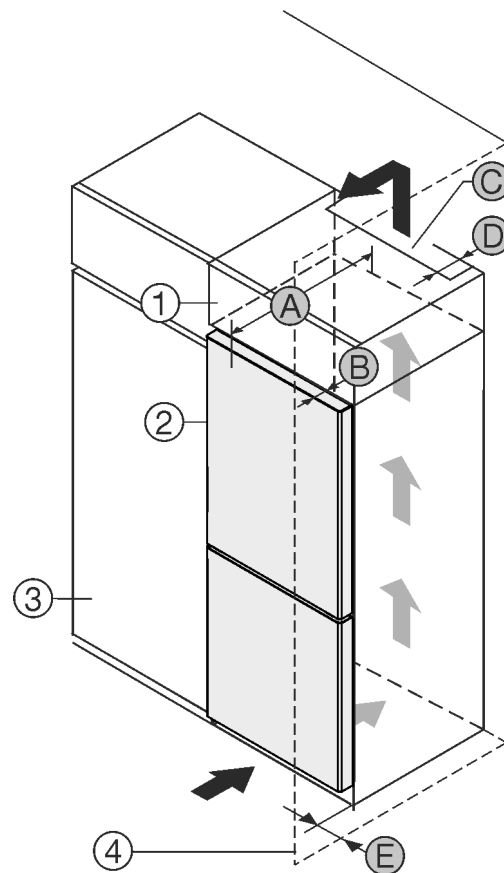

Fig. 1
- (1) Nadstavná skrinka
- (2) Zariadenie
- (3) Kuchynská skriňa
- (4) Stena
- (A) Hĺbka zariadenia
- (B) Hĺbka dverí
- (C) Prierez vetracieho otvoru
- (D) Vzďalenosť zadnej strany zariadenia
- (E) Vzďalenosť od boku zariadenia
Zariadenie môžete inštalovať priamo vedľa kuchynskej skrine Fig. 1 (3).
Na zadnej strane nadstavnej skrine musí byť vetracia šachta s hĺbkou Fig. 1 (D) cez celú šírku nadstavnej skrine.
Pod stropom miestnosti sa musí dodržať prierez vetracieho otvoru Fig. 1 (C).
Ak zariadenie nainštalujete so závesmi vedľa steny Fig. 1 (4), tak vzdialenosť medzi zariadením a stenou musí byť minimálne 13 mm.
Ak zariadenie nainštalujete so závesmi vedľa steny Fig. 1 (4), tak vzdialenosť medzi zariadením a stenou musí byť minimálne 20 mm.
Aby ste mohli dvere úplne otvoriť, zariadenie musí vyčnievať o hĺbku dverí Fig. 1 (B) prednej časti kuchynskej skrine. V závislosti od hĺbky kuchynských skrií Fig. 1 (3) a použitia dištančných držiakov na stenu môže zariadenie prečnievať ešte viac.